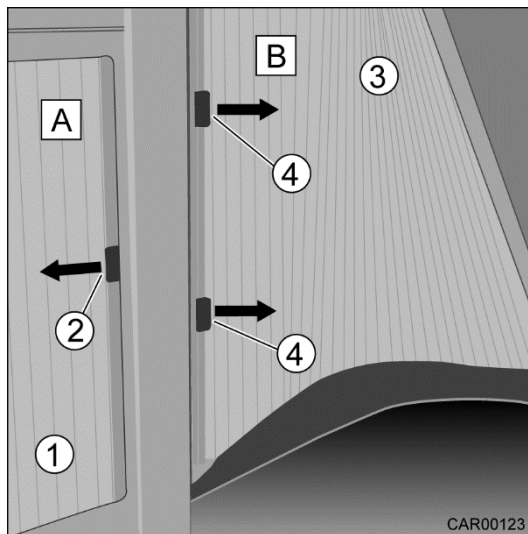

Fig. 94 Store occultant sur la vitre latérale/portière côté conducteur
1. Fermer le store (Fig. 94/1) dans le sens de la flèche (←) et le verrouiller au moyen d'une fermeture à serrage (Fig. 94/2).
2. Fermer le store (Fig. 94/1) dans le sens de la flèche (→) et le verrouiller au moyen de la bande aimantée.
1. Fermer le store (Fig. 94/3) dans le sens de la flèche (→) et le verrouiller au moyen de fermetures à serrage (Fig. 94/4).
2. Fermer le store (Fig. 94/3) dans le sens de la flèche (←) et le verrouiller au moyen de la bande aimantée.